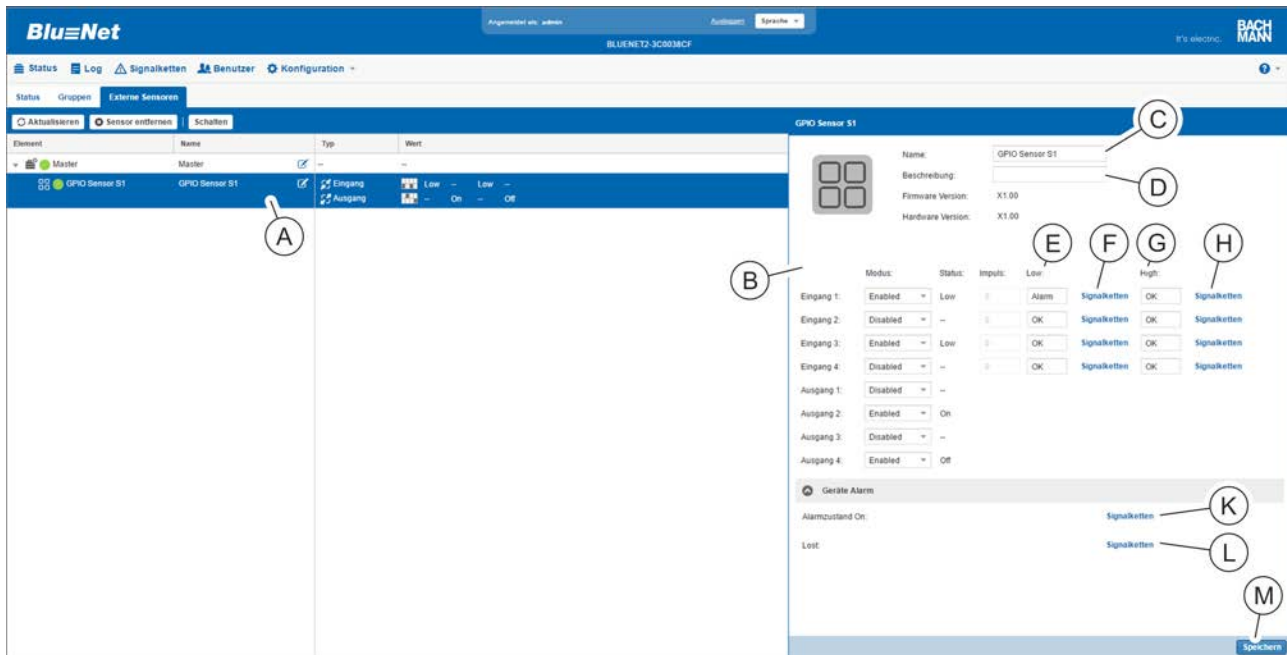

Abb. 197: Menü "Status" – Registerkarte "Externe Sensoren"
4. ➤ In der Registerkarte "Externe Sensoren" das gewünschte GPIO-Modul auswählen (Abb. 197/Ⓐ).
⇒ Die Einstellungen des Sensors erscheinen rechts am Rand in der Detailansicht (Abb. 197/Ⓑ).
5. ➤ Für das ausgewählte GPIO-Modul bei Bedarf die Benennung ändern (Abb. 197/Ⓒ) und bei Bedarf eine Beschreibung (Abb. 197/Ⓓ) hinzufügen.
6. ➔ Für den jeweiligen Eingang für das Low-Signal (Abb. 197/Ⓔ) bei Bedarf über die Schaltfläche „*Signalketten*“ (Abb. 197/Ⓔ) eine Signalkette zuweisen.
9. ➔ Auswahl über die Schaltfläche „*Speichern*“ (Abb. 197/Ⓒ) bestätigen.
10. ➔ Für den jeweiligen Eingang für das High-Signal (Abb. 197/Ⓕ) bei Bedarf über die Schaltfläche „*Signalketten*“ (Abb. 197/Ⓔ) eine Signalkette zuweisen (analog zu Schritt 7 – 9).
11. ➔ Im Bereich „*Geräte Alarm*“ für den „*Alarmzustand Lost*“ und „*Alarmzustand OK*“ bei Bedarf eine Signalkette konfigurieren. Dazu auf die Schaltfläche „*Signalkette*“ (Abb. 197/Ⓚ bzw. Ⓛ) klicken.